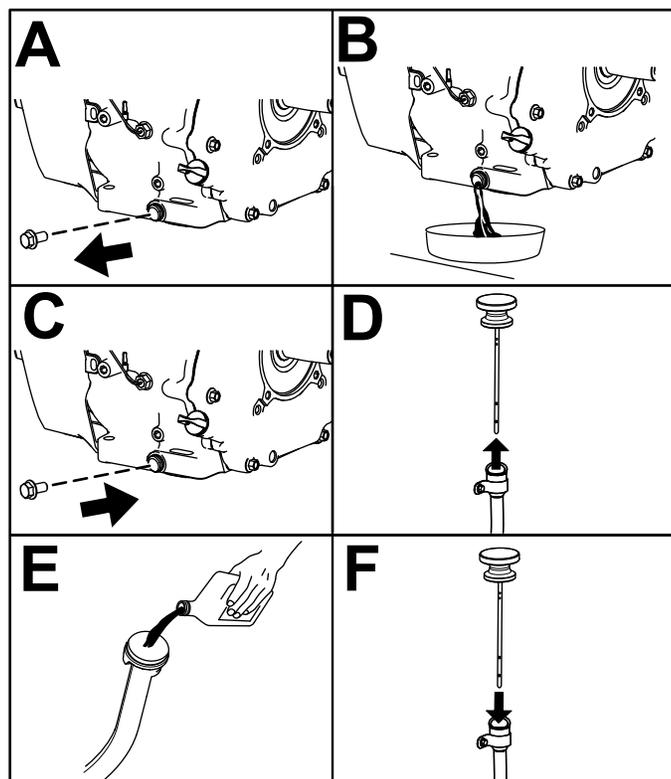

Рисунок 42
6. Произведите замену масла в двигателе, как показано на Рисунок 42.